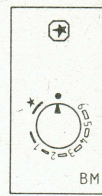

Abb. 5 „Aus“-Stellung
- Temperaturwählknopf (1) in AUS-Stellung (0) drehen (Abb. 5) und eindrücken.
Soll der Gasraumheizer abgeschaltet werden, so ist der Temperaturwählknopf auf Aus-Stellung (Abb. 5) zu drehen. Bei längeren Betriebsunterbrechungen ist der Geräteanschlußhahn zu schließen, ebenso wie bei Störungen des Gerätes ein Fachmann mit der Beseitigung zu beauftragen ist.